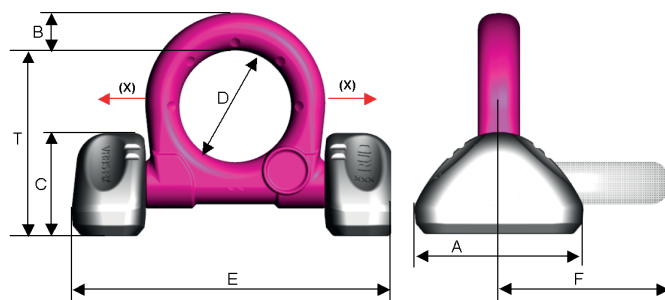

Abb. 2: Bemaßung
5. Schweißen Sie die Anschweißklötze an. Entnehmen Sie dazu sowohl Nahtart als auch Nahtgröße aus Abbildung 2 und Tabelle 2.